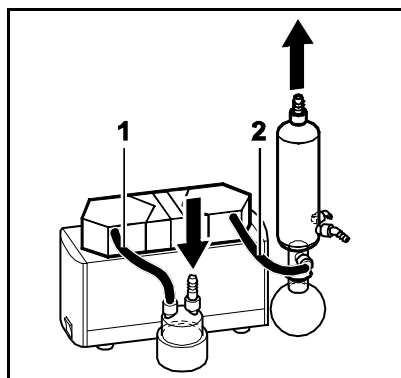

Fig. 15 : Raccordement système SH
2	Tuyaux (voir Fig. 15) <ul style="list-style-type: none"> ▪ Résistant au fluide utilisé ▪ Diamètre intérieur 10 mm ▪ Longueurs : (1) environ 150 mm, (2) environ 220 mm
4. Raccorder le système (voir Fig. 15).